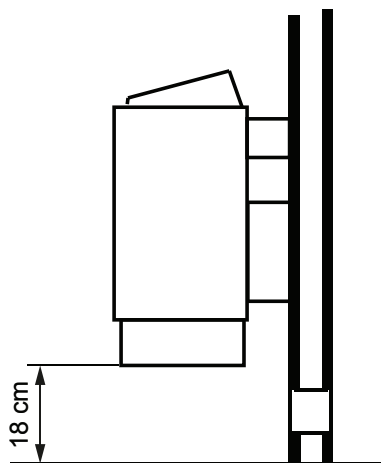

Рис. 6
4. Навесить печь на стену (рис. 6).